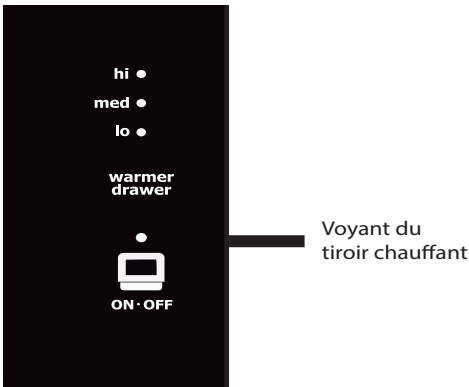

Figure 56 : Commande illustrant le voyant du tiroir chauffant
- 2. Appuyez sur **ON-OFF** (marche/arrêt) et le voyant du tiroir chauffant s'illuminera et clignotera. (figure 56).